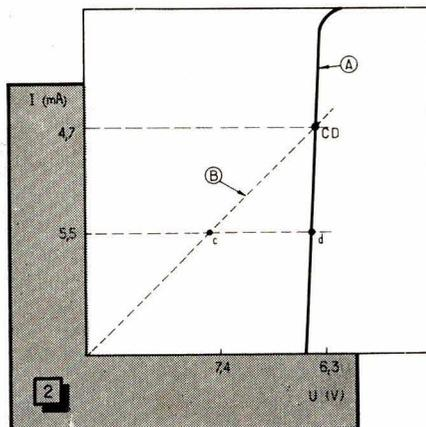

Fig. 2. — Graphique expliquant l'apparition d'une différence de potentiel entre les points C et D lors du déséquilibre du pont.
Sur le graphique de la figure 2, on voit en (A) la courbe caractéristique de la diode Zener et en (B) celle de la résistance entre les points C et B. Leur point d'intersection définit l'état d'équilibre du pont, c'est-à-dire l'égalité des potentiels en C et D. Lorsque la tension entre les points A et B augmente, le potentiel du point C augmente aussi, mais celui du point D reste pratiquement constant. Il en résulte un écart entre les points c et d des courbes correspondantes, écart se traduisant par une différence de